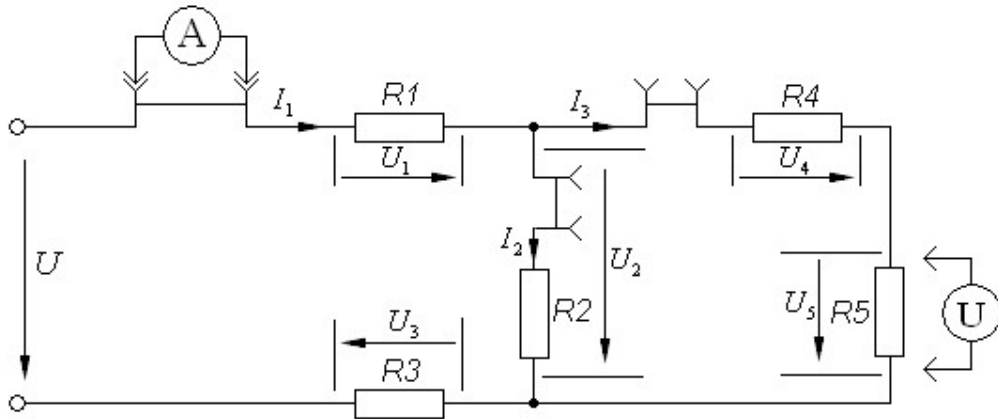

Рис. 2.2.1. Схема з послідовно-паралельним з'єднанням резисторів
2. Накреслити схему досліджуваного електричного кола з зазначенням параметрів елементів, як це показано на рис. 2.2.1 та напрямки струмів та напруг, для свого варіанту завдання.
1. В середовищі EWB зібрати схему (рис. 2.2.1) та скопіювати її для звіту. Замість перемичок встановити амперметри, вольтметрами виміряти напруги перших трьох резисторів, результати вимірів занести до табл. 2.2.3.